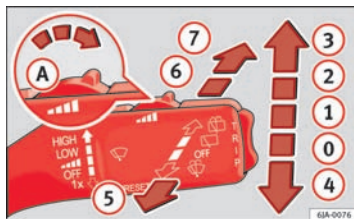

Fig. 66 Betjeningsarm til viskerne
- Hvis du **kun** vil køre viskerne hen over forruden **et kort øjeblik**, skal du trykke armen nedad til position **4** ⇒ Fig. 66.
- Flyt armen opad til position **1** ⇒ Fig. 66.
- Flyt armen opad til position **(2)** ⇒ Fig. 66.
- Flyt armen opad til position **(3)** ⇒ Fig. 66.
- Træk armen ind mod rattet til position **(5)** ⇒ Fig. 66 for at tilslutte visker-sprinkler-anlægget.
- Tryk armen væk fra rattet til position **(6)** ⇒ Fig. 66. Viskeren køber hvert 6. sek.
- Tryk armen væk fra rattet og helt frem til position **(7)** ⇒ Fig. 66. Sprinkleranlægget og viskerne fungerer samtidigt.
- Sæt armen i position **(0)** ⇒ Fig. 66.
Hvis nær- eller fjernlyset er tændt, og du trækker betjeningsarmen til viskerne til position **(5)** ⇒ Fig. 66, sprøjtes der på forlygterne et kort øjeblik. Forlygtesprinkleranlægget bliver desuden aktiveret for hver tiende gang, der sprøjtes på forruden.
- Tryk viskerarmen til positionen ④ ⇒ Fig. 66 ⇒ Side 100. Viskerarmene kører til serviceposition.
- Tilslut tændingen, og tryk viskerarmen til position ④ ⇒ Fig. 66 ⇒ Side 100. Viskerarmene vender tilbage til udgangsposition. ■